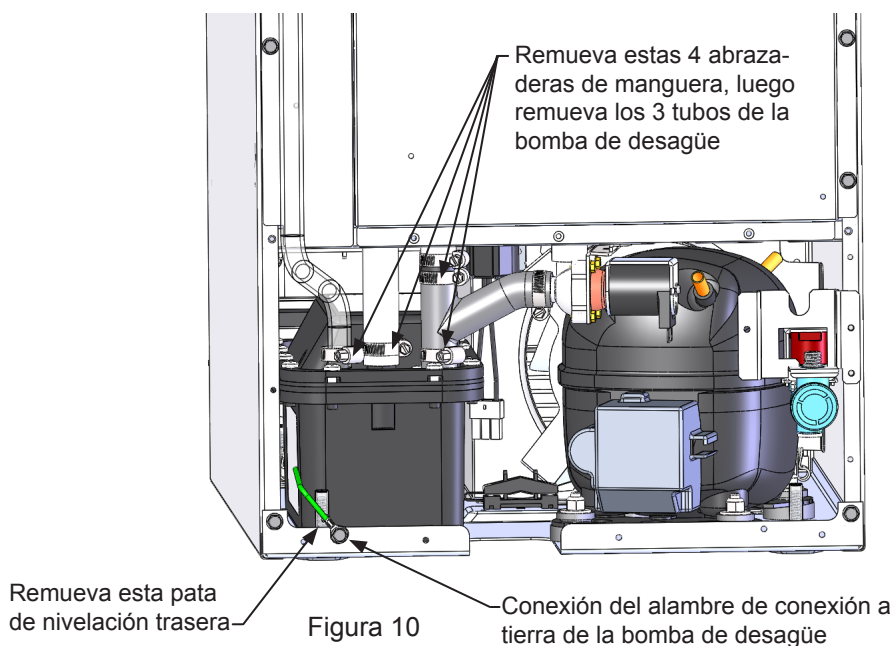

Figura 10
3) Remueva las 4 abrazaderas de manguera de la bomba de desagüe y remueva los 3 tubos de la bomba de desagüe. Vea la Figura 10.
4) Remueva la pata de nivelación ubicada en la esquina trasera izquierda. Vea la Figura 10.
5) Desasegure la conexión del alambre de conexión a tierra de la bomba de desagüe, vea la Figura 10, y remueva la bomba de desagüe de la máquina fabricadora de hielo, (vea la Figura 10).